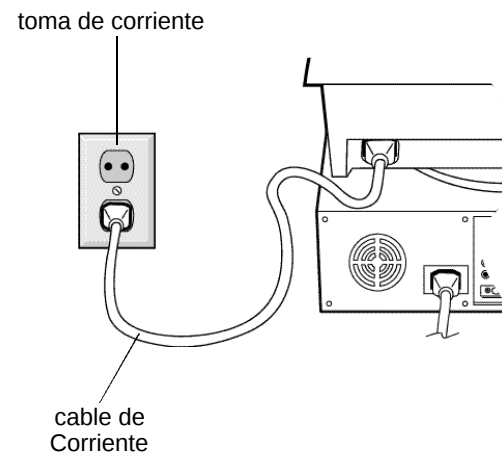

Figura B.1
- 4 Conecte uno de los extremos del cable de corriente al monitor MultiSync series V y el otro extremo a una toma de corriente (Figura B.1).